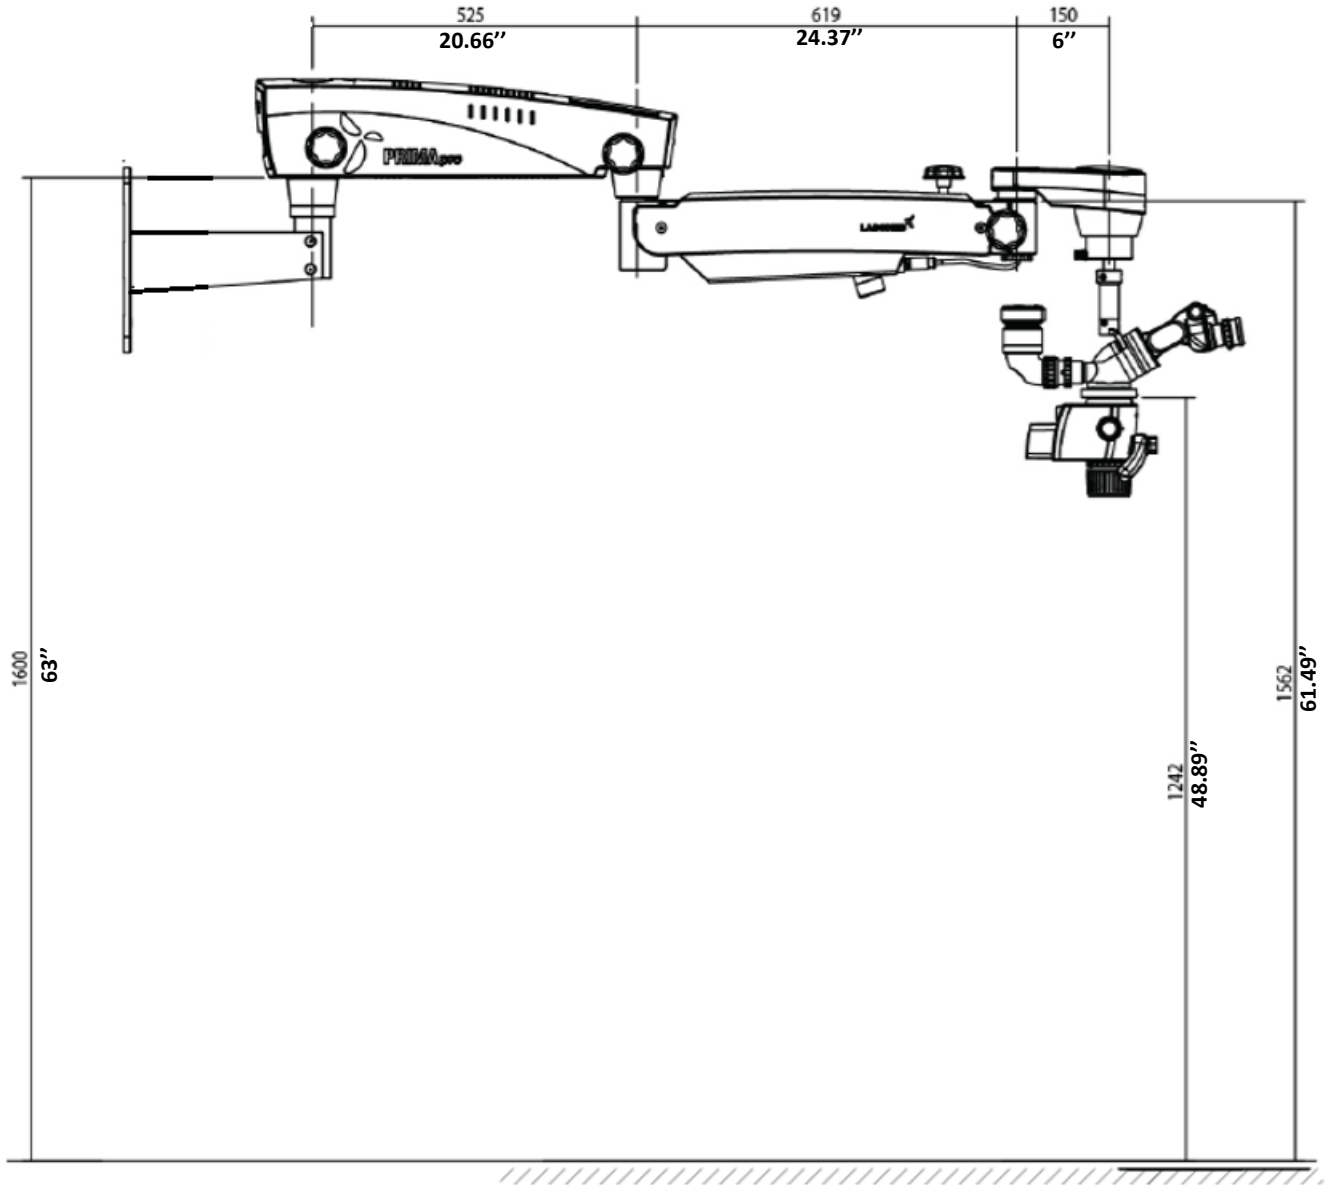

Figura 14
- C. Distanza dal pavimento – Fare riferimento all'altezza adatta in base alla configurazione ordinata dalla Figura -14.